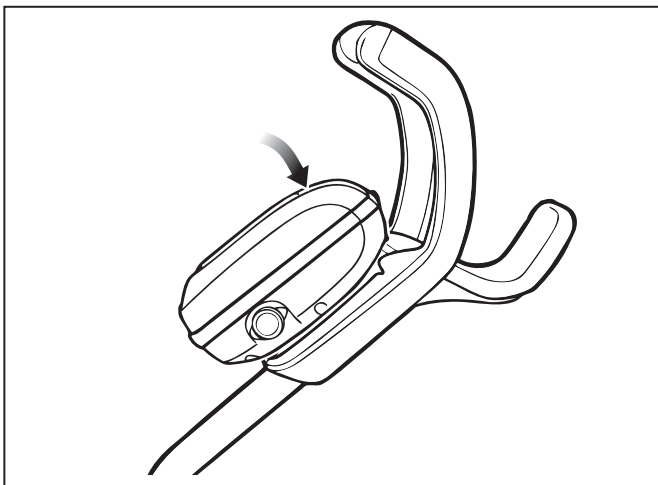

Figura 2. Sujete la caja de control al carrito
2. Presione la caja de control contra el gancho del carrito hasta que calce y quede en su sitio (Figura 2).